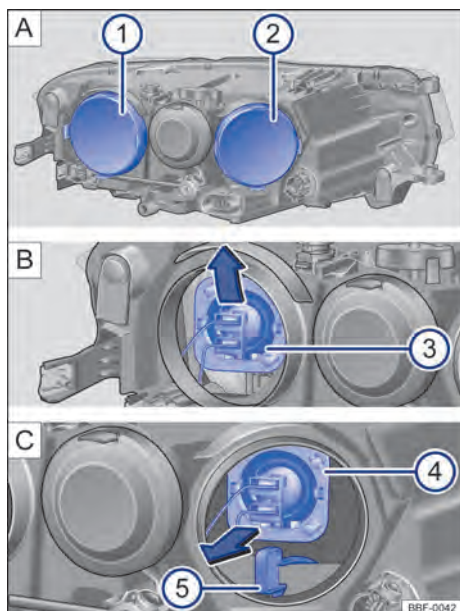

Fig. 130 No compartimento do motor:  farol baixo e  farol alto e luz de posição.
-  Remover a respectiva cobertura de borracha → Fig. 130   e  na parte traseira do farol.
-  **Farol baixo:** pressionar a lâmpada incandescente pelo soquete para baixo até desencaixá-la → Fig. 130 . Retirar a lâmpada incandescente puxando-a para trás.
Farol alto: pressionar a lâmpada incandescente pelo soquete para cima até desencaixá-la → Fig. 130 . Retirar a lâmpada incandescente puxando-a para trás.
Indicadores de direção: retirar o suporte da lâmpada com a lâmpada incandescente, puxando-o para trás → Fig. 130 .
-  **Farol baixo:** encaixar a lâmpada incandescente com o conector na abertura do farol e pressionar para dentro até que se trave firmemente → Fig. 130 . O ressalto da lâmpada incandescente deve estar voltado para cima e ser montado no encaixe do refletor do farol.
- Farol alto:** encaixar a lâmpada incandescente com o conector na abertura do farol e pressionar para dentro até que se trave firmemente → Fig. 130 . O ressalto da lâmpada incandescente deve estar voltado para baixo e ser montado no encaixe do refletor do farol.
Indicadores de direção: inserir o suporte da lâmpada com a lâmpada incandescente no farol até o batente → Fig. 130 .